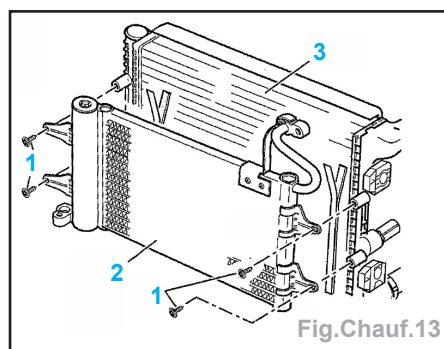

Fig.Chauf.13
- Déposer les vis de fixation (1) du condenseur (2) sur le radiateur de refroidissement (3) (Fig.Chauf.13).